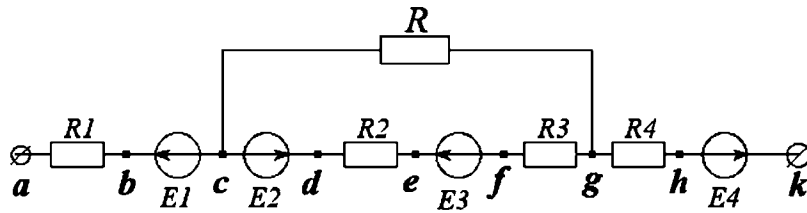

Рис. 1.68. Схема к задачам 7 и 8
8. Определить ток  $I$  и потенциалы точек b, c, d, e, f, g, h (рис. 1.68), считая потенциалы  $\varphi_a$  и  $\varphi_k$  неизменными; определить ток, который потечет по сопротивлению  $R = 100$  Ом, если его подключить к точкам c и g,  $\varphi_a = -50$  В,  $\varphi_k = 25$  В,  $E_1 = 10$  В,  $R_{вн1} = 1$  Ом,  $E_2 = 30$  В,  $R_{вн2} = 8$  Ом,  $E_3 = 20$  В,  $R_{вн3} = 10$  Ом,  $E_4 = 15$  В,  $R_{вн4} = 6$  Ом,  $R_1 = 10$  Ом,  $R_2 = 20$  Ом,  $R_3 = 50$  Ом,  $R_4 = 20$  Ом.